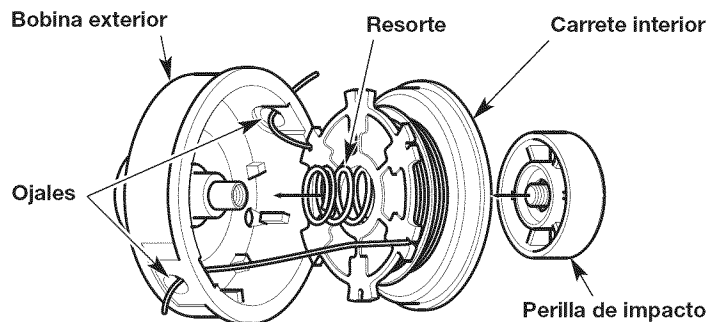

Fig. 21
1. Pase los extremos de los hilos a través de los ojales de la bobina exterior. Coloque el resorte dentro del carrete interior. Inserte el carrete interior dentro de la bobina exterior. Oprima el carrete interior y la bobina exterior uno contra otro (Fig. 21).